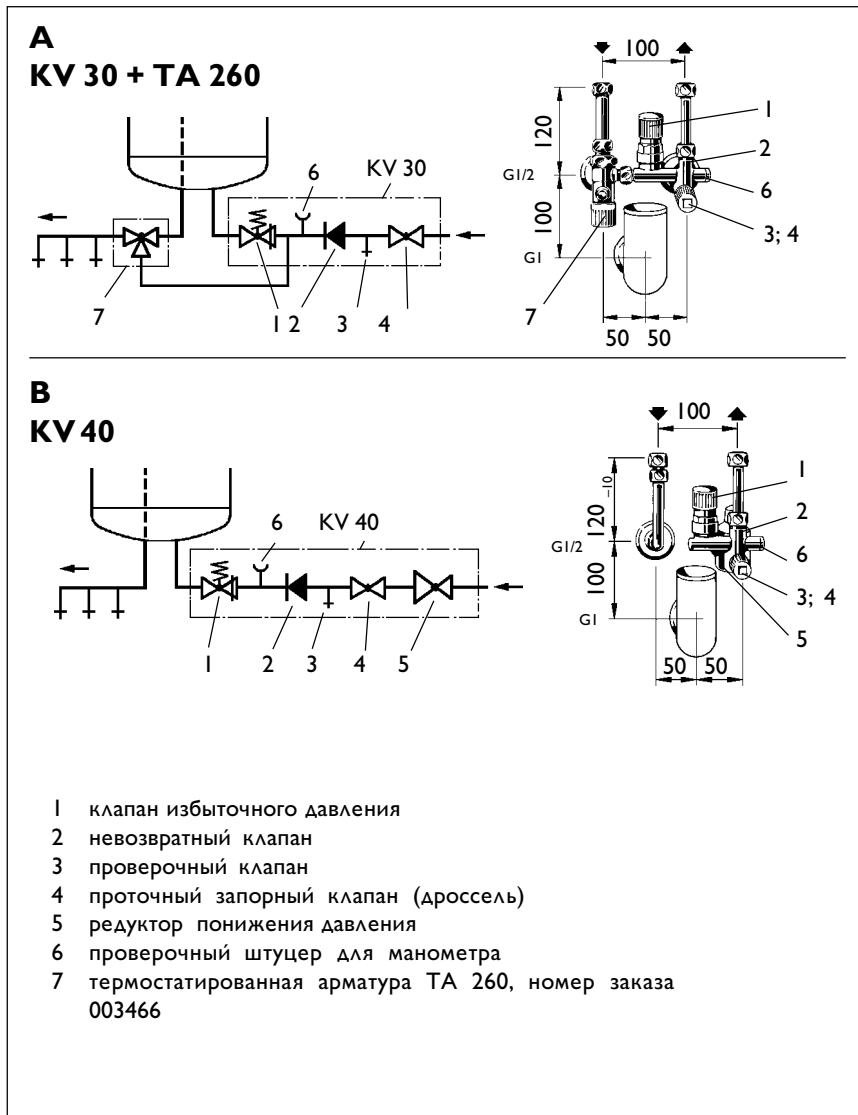

Рис. 9
- **KV 30**, номер заказа 000826, (давление водопровода до 4,8 бар), рис.9 А
- **KV 40**, номер заказа 000828, (давление водопровода до 10 бар), рис.9 В